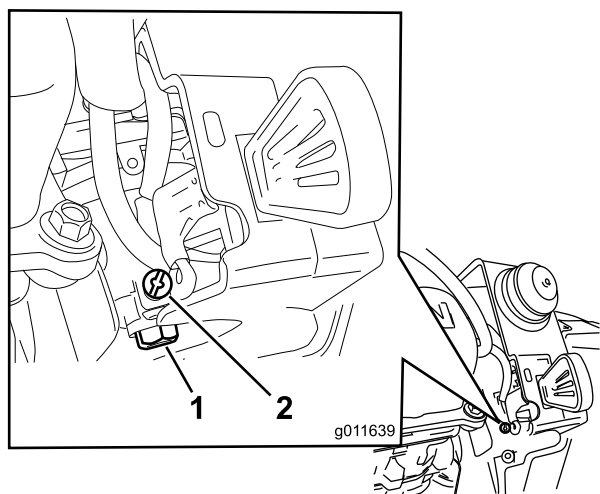

Figura31
- A. Deșurubați, dar nu scoateți șuruburile mici de pe partea laterală a recipientului de combustibil al carburatorului (Figura31) decât după ce combustibilul începe să se scurgă din carburator. Scurgeți combustibilul într-un recipient de combustibil aprobat.